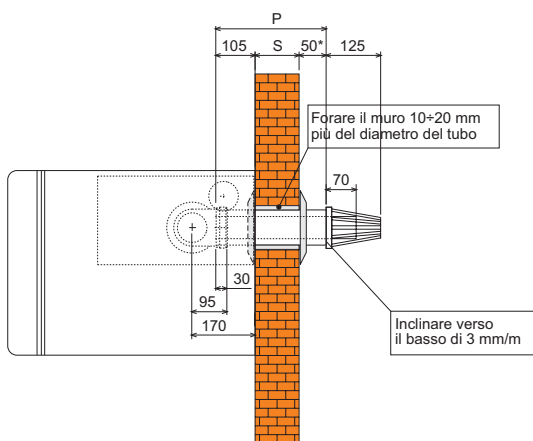

fig. 7a
4. Se necessario, tagliare la tubazione terminale a misura, considerando che la tubazione esterna dovrà sporgere dal muro per un tratto compreso tra 10 e 60 mm (fig. 7a e 7b). Eliminare le sbavature da taglio.